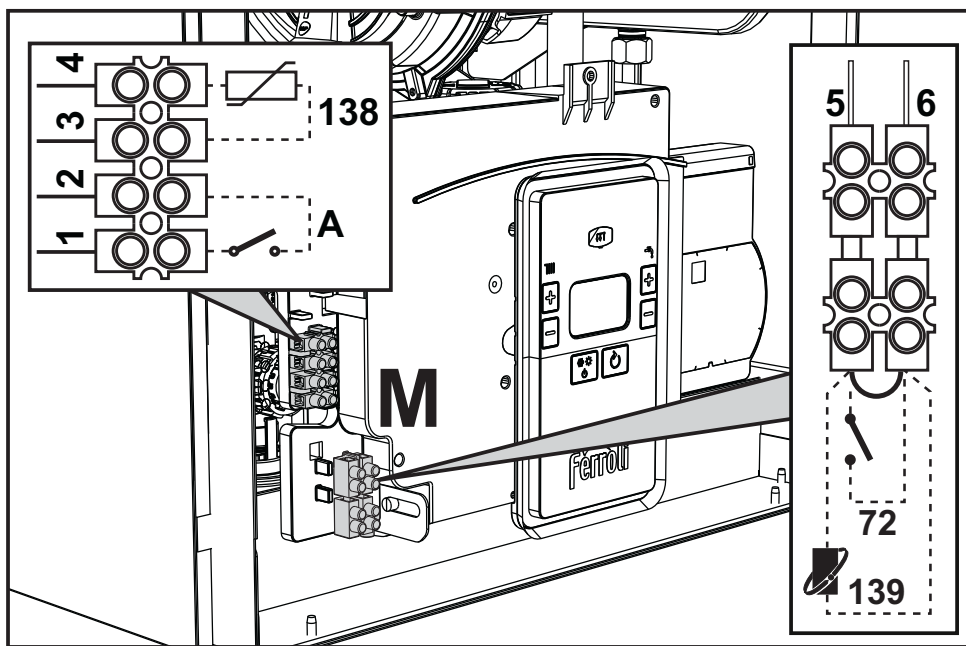
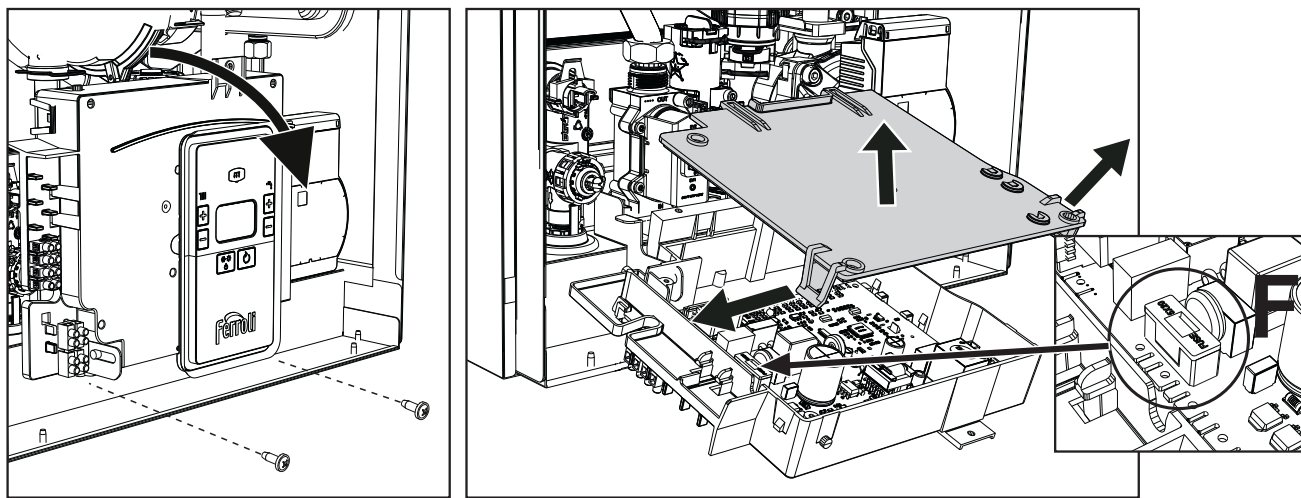

fig. 18
fig. 19
După ce ați scos panoul frontal (*** 'Deschiderea panoului frontal' on page 125 ***) veți putea avea acces la panoul de borne (M) și la siguranța (F) urmând indicațiile descrise în continuare (fig. 18 și fig. 19). **Bornele indicate în fig. 18 trebuie să aibă contactele curate (nu 230 V).** Dispunerea bornelor pentru diferitele conexiuni este indicată și în diagrama electrică din fig. 45.
Configurarea întrerupătorului ON/OFF (A fig. 19)